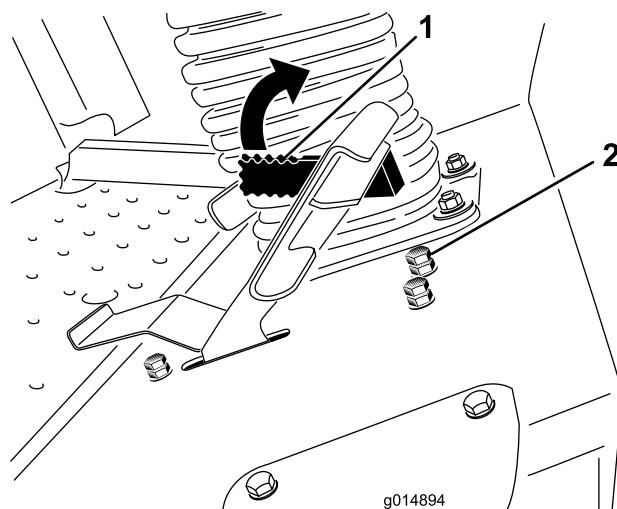

Рисунок 61
Рычаг ограничителя скорости скашивания (Рисунок 61) можно передвинуть вперед для ограничения скорости движения во время работы.
3. Ослабьте зажимную гайку на упорном болте ограничителя скорости скашивания (Рисунок 61).